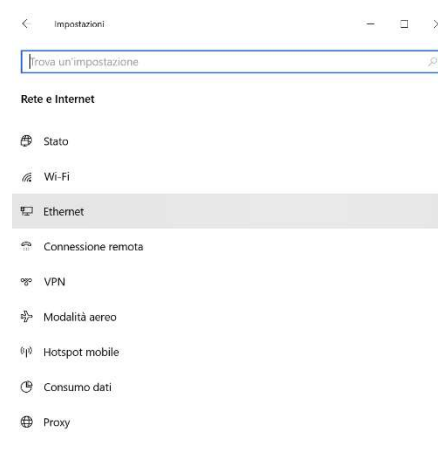

Fig.3
4. Scegliere ancora Ethernet (Fig.3) e si aprirà il menù di (Fig. 4)